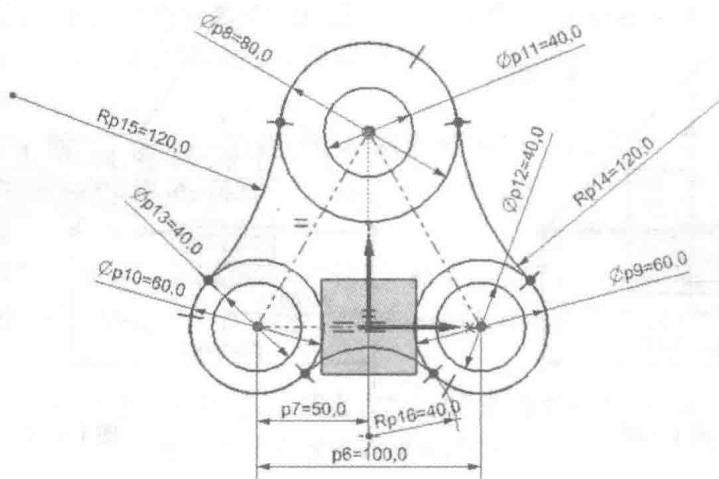

图 1-23
- 2) 单击“三点画圆弧”按钮，点击直径为 60 的圆上一点和另一直径为 60 的圆上一点，输入半径 40，单击鼠标左键，同理可得到半径为 120 的圆弧，如图 1-23 所示。